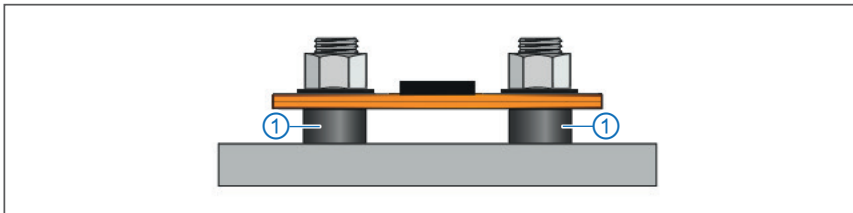
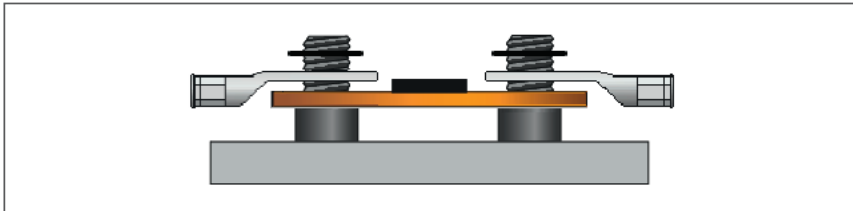
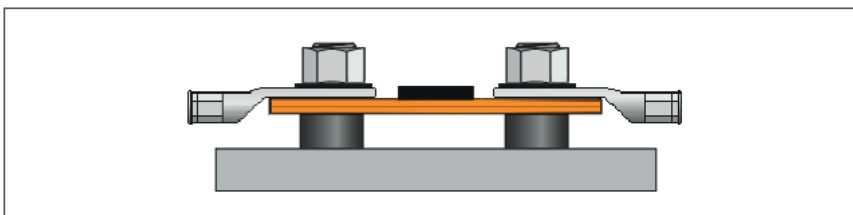

Abb. 5-5: HV BM 1.2+S, Shunt-Modul auf Distanzhülsen montiert
Abb. 5-6: HV BM 1.2+S, Ringkabelschuhe und Unterlegscheiben auflegen
Abb. 5-7: HV BM 1.2+S, Ringkabelschuhe mit M8-Muttern befestigen
Abb. 5-5 zeigt das Shunt-Modul für die Messung des Innenleiterstroms. Dieses liegt unabhängig vom Querschnitt der verwendeten HV-Leitungen auf den Distanzhülsen ① auf. Die Ringkabelschuhe werden wie in Abb. 5-6 und Abb. 5-7 dargestellt auf die Shunt-Module aufgelegt und mit M8-Muttern befestigt.
☞ Die Ringkabelschuhe wie in Abb. 5-6 dargestellt auf das Shunt-Modul auflegen.